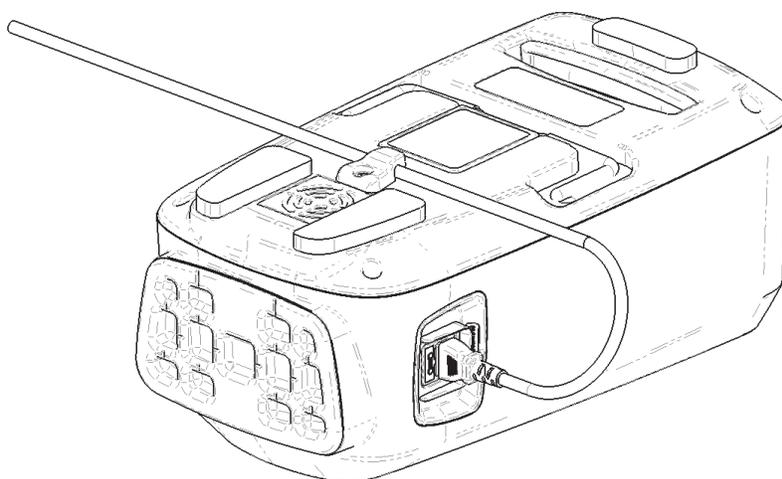

Figure 15 – Cordon d'alimentation fixé
8. Fixer le cordon d'alimentation (Figure 15).